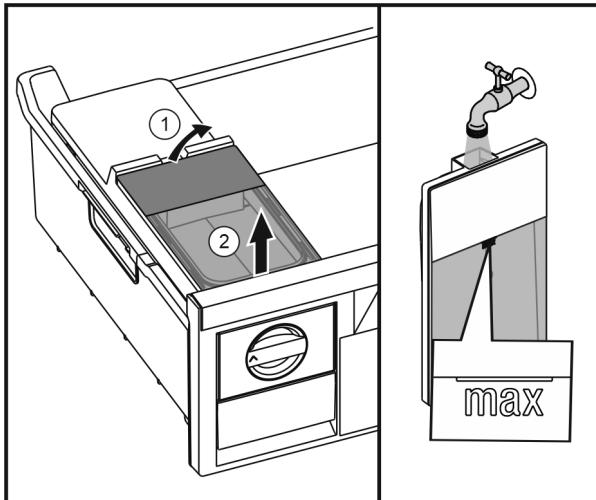

Fig. 48
- Поднять бак для воды сзади Fig. 48 (1) и извлечь движением верх Fig. 48 (2).